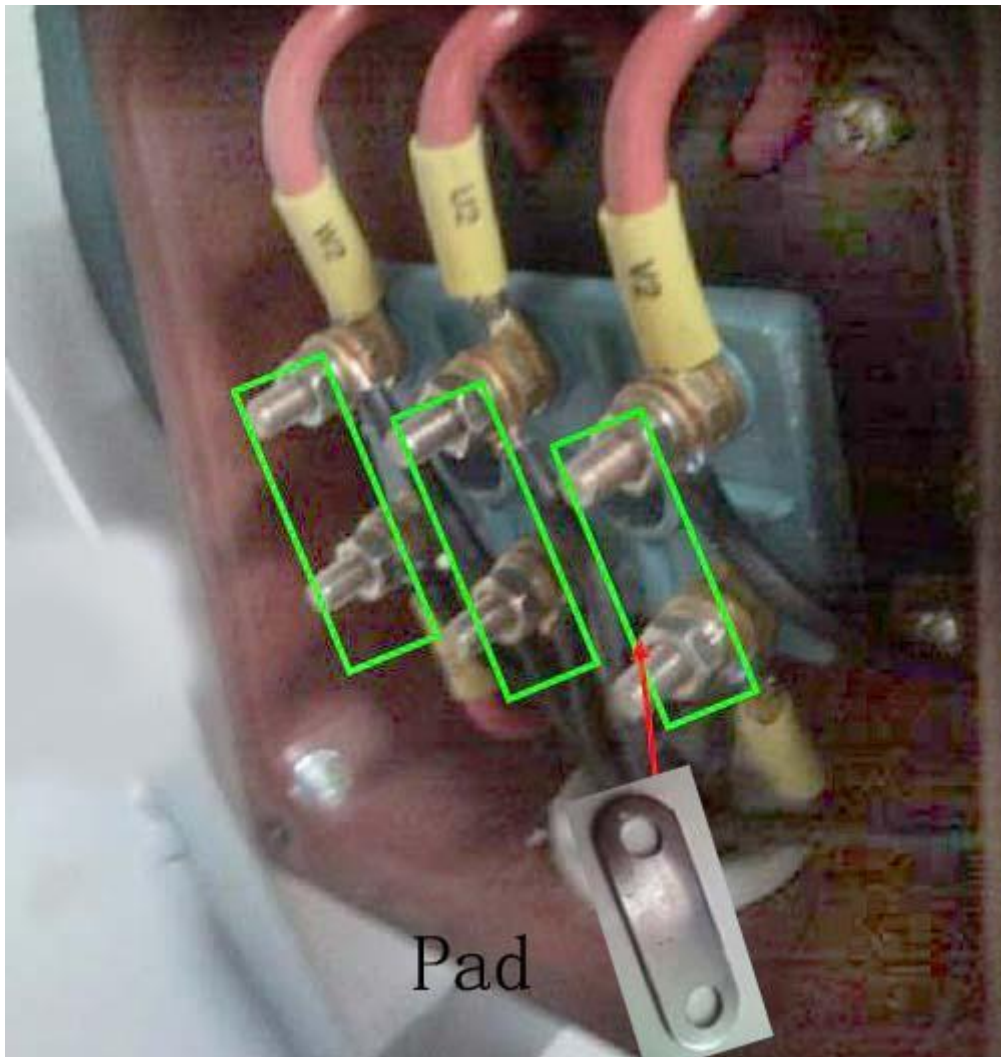

Рис.2.13
**Внимание:** Вы должны подключить провод двигателя в соответствии с предложенной нами электрической схемой. И обратите внимание на способ запуска двигателя, как правило, используются два способа запуска: прямое подключение двигателя и Y/Δ подключение. При выборе прямого запуска двигателя верхние и нижние порты двигателя должны быть соединены металлической накладкой, а затем подключите три порта (вверх или вниз) к блоку управления, показанному на рис.2.13. При выборе Y/Δ для начала подключения необходимо вынуть металлическую прокладку и подключиться к шести соединительным портам двигателя.